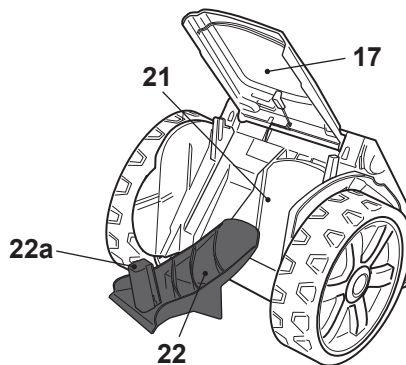

Fig. 18
- > Ouvrez le déflecteur (17), maintenez-le en position et insérez l'accessoire de paillage (22) dans la goulotte d'éjection arrière (21) (Fig. 18). Assurez-vous que la poignée (22a) s'enclenche en position.
- > Appuyez sur la poignée (22a) pour libérer et enlever l'accessoire de paillage (22) (Fig. 18).